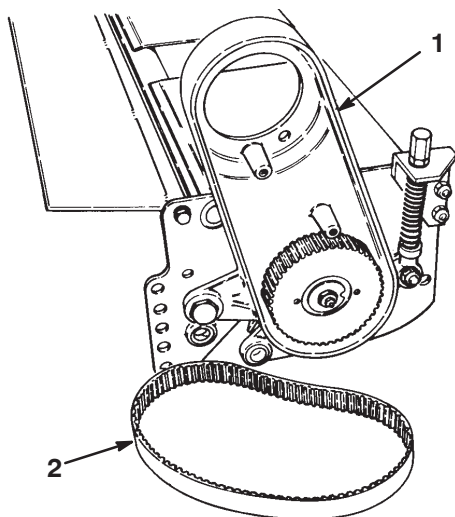

Bild 30
- Nehmen Sie die konische Mutter von der Ansatzschraube ab, mit der das Lagergehäuse an der Seitenplatte befestigt ist, nehmen Sie die Belleville-Scheibe und die Schraube ab, und schieben Sie das Lagergehäuse von der Spindelwelle (Bild 30).
- Nehmen Sie die Abdeckung vom Antriebsgehäuse ab und entfernen Sie den Treibriemen vom Gehäuse (Bild 30).